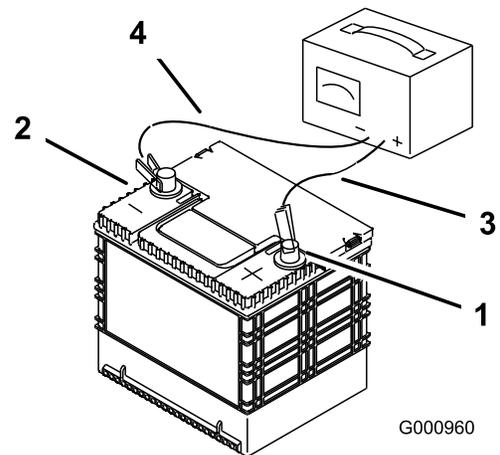

Figure 62
- Quand la batterie est chargée au maximum, débranchez le chargeur de la prise, puis débranchez les fils du chargeur des bornes de la batterie (Figure 62).